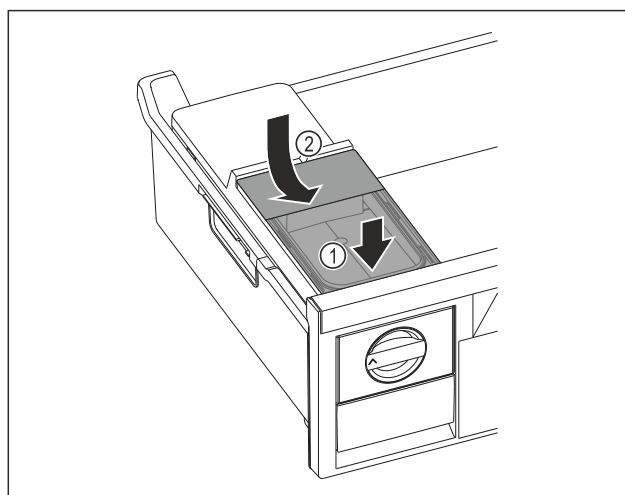

Fig. 141
- Wassertank vorne ansetzen. Fig. 141 (1)
- Wassertank hinten absenken. Fig. 141 (2)